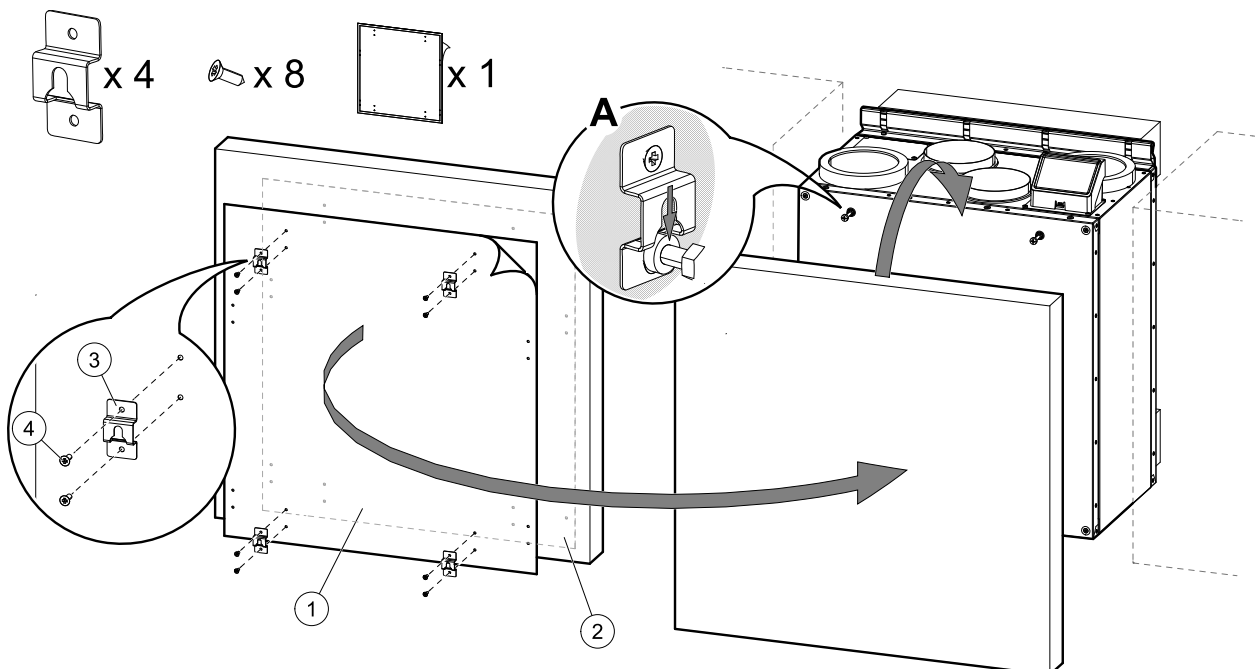

Bild 16 Installation der Modulhaken und Einbau der Frontplatte des Küchenmöbels
2. Aufkleber mit Markierung der Löcher (Abbildung 16, Pos. 1) ist im Lieferumfang enthalten. Die markierten Löcher sind zur Kennzeichnung der Position für die Schrauben zur Befestigung der Modulhaken. Den Aufkleber auf die Rückseite der Frontplatte des Küchenmöbels kleben, Abbildung 16, Pos. 2), die Position des Aufklebers entsprechend der Plattengröße und der Position des Lüftungsgerätes zwischen den Schränken wählen. Die Größe des Aufklebers entspricht der des Gerätes.
Wenn die richtige Position bestimmt ist, befestigen Sie die vier Haken (Abbildung 16, Pos. 3) mit je zwei Schrauben (Abbildung 16, Pos. 4). Hängen Sie die Frontplatte des Küchenmöbels an die vorstehenden Schrauben (Abbildung 16, Pos. A).